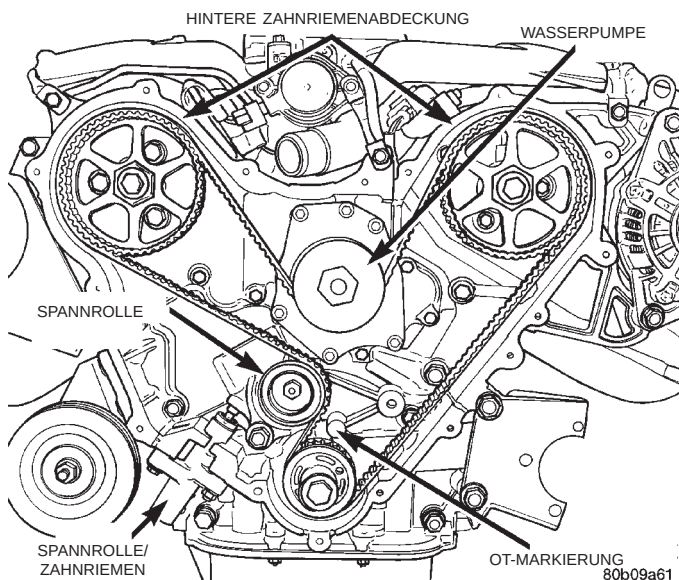

Abb. 49 Zahnriemensystem
(1) Nockenwellenrad zur OT-Markierung auf dem Ölpumpengehäuse ausrichten (Abb. 49).